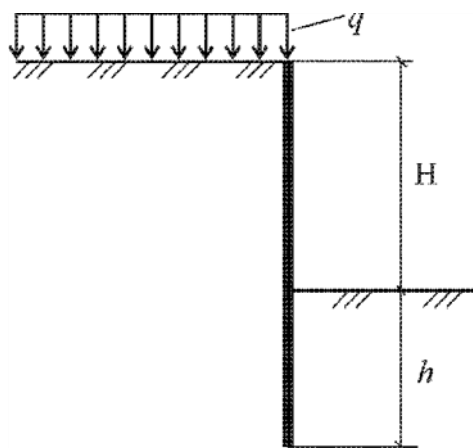

Рис.5
1. Определить активное $p_{ак}$ и пассивное $p_{пф}$ давления грунта на стенку ограждения котлована в несвязном грунте. Построить эпюры давлений (рис. 5).
2. Определить активное p_a и пассивное p_p давления грунта на стенку ограждения котлована в связном грунте. Построить эпюры давлений (см.рис.5).